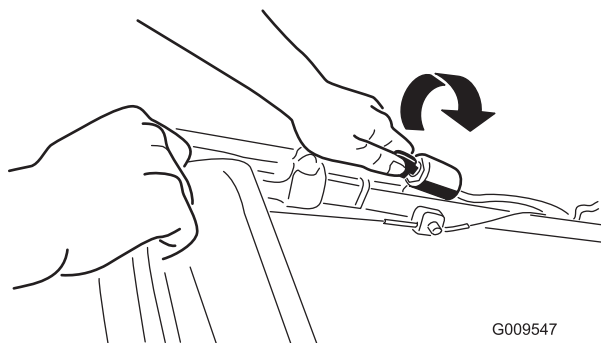
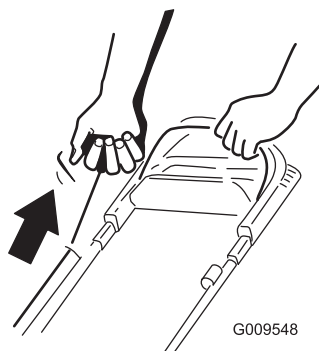

Figure 14
Figure 15
2. Tournez la clé de contact (Figure 14) (modèles à démarrage électrique uniquement) ou tirez la poignée du lanceur (Figure 15).
Remarque: Tirez lentement la poignée du lanceur (Figure 15) jusqu'à ce que vous sentiez une résistance, puis tirez vigoureusement. Laissez le lanceur se rétracter lentement jusqu'à la poignée.